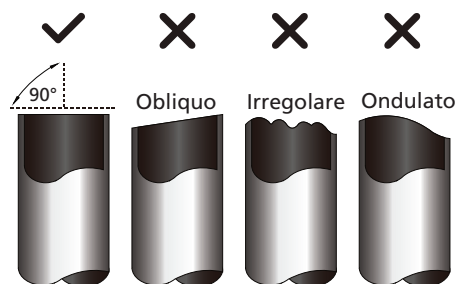

Fig. 5.1
3. Verificare che il tubo sia tagliato con un'angolazione esatta di 90°. Fare riferimento agli esempi di taglio non corretto riportati nella **Fig. 5.1**.